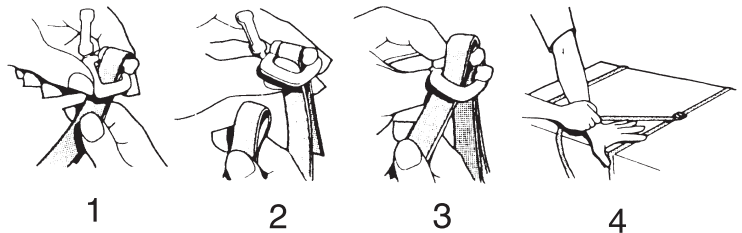

fig. 15
- Die Spannbänder um die Kesselisolation, fig.15/ (Detail 12) legen und die Enden in der Reihenfolge (1 bis 3) in die Schnallen einfädeln und leichtanziehen, siehe (4). **Die Isolation darf an den Stellen der Bandbefestigung nicht wesentlich eingedrückt werden.**